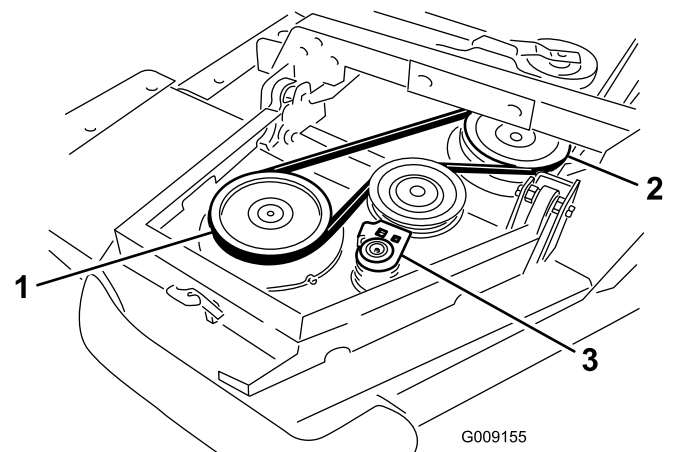

Figure 5
- A. Commencez par chausser la courroie autour de la poulie d'axe de l'ailette et de la poulie d'axe du plateau avant (Figure 5).
- B. À l'aide d'une clé à cliquet ou d'un outil similaire, éloignez la poulie de tension des autres poulies (Figure 5).